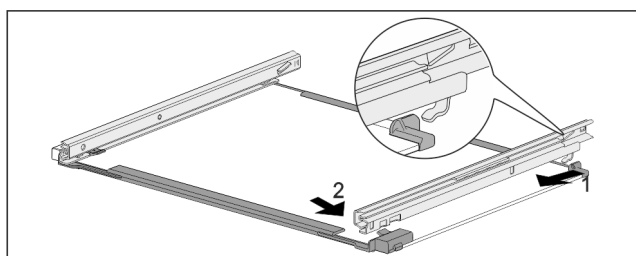

Fig. 266 Skleněná deska s kolejničkami
- ▶ Zahákněte kolejničku vzadu. Fig. 266 (1)
- ▶ Zaklapněte kolejničku vpředu. Fig. 266 (2)